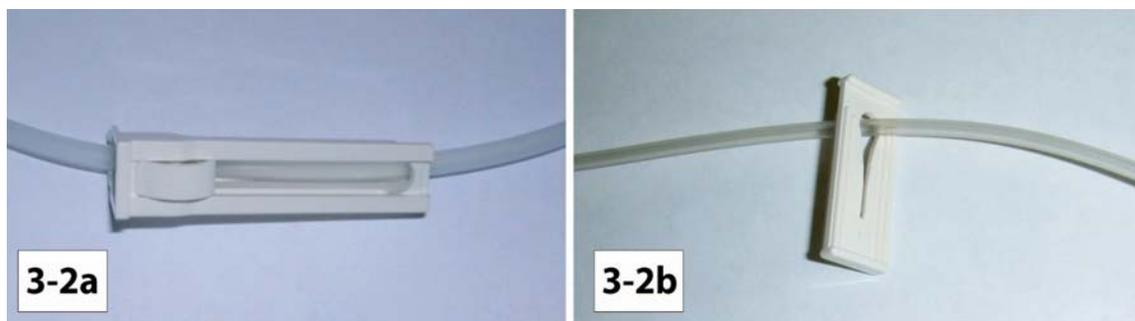

Figura 3-2. Blocco a scorrimento e a rotella
- b. Funzionamento del blocco a scorrimento e a rotella. Il blocco a rotella (vedere la Figura 3-2 a) o il blocco a scorrimento (vedere la Figura 3-2b) possono essere utilizzati per bloccare il flusso del liquido nel set di infusione in modo manuale. Chiudere il blocco a rotella spostando la rotella a stringere il tubo in modo da chiuderlo, oppure chiudere il blocco a scorrimento spostando il dispositivo di chiusura a stringere il tubo in modo da chiuderlo.